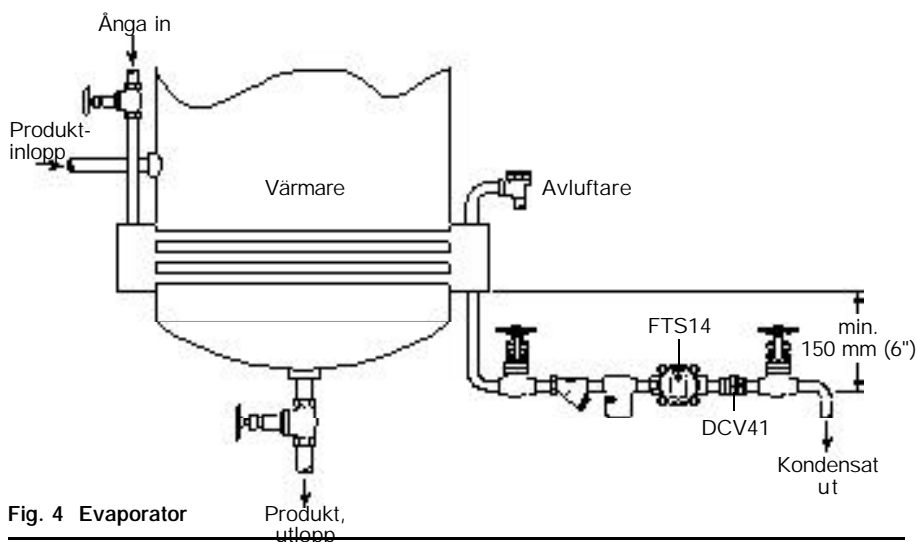

Fig. 4 Evaporator
- 3.7 Avledare ska monteras under ångsystemets utlopp med ett 155 mm (6") horisontellt rör med mindre diameter precis innan avledaren se fig. 4. Om man inte kan använda ett sådant rör under förhållanden med lågt flöde kan ångan gå ovanpå kondensatet i botten på röret och nå fällan.